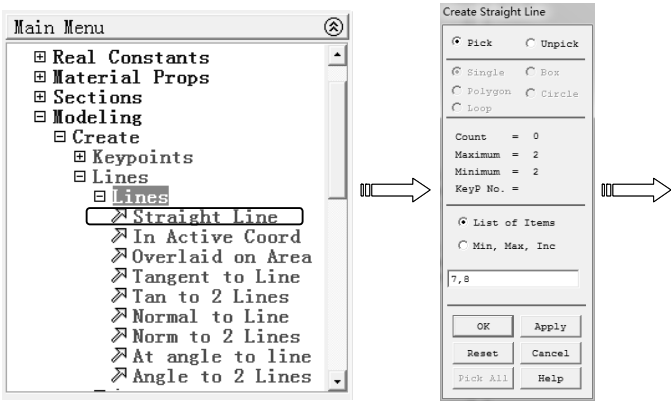

图 7-43 创建直线
4) 选择“Main Menu>Preprocessor>Modeling>Create>Lines>Straight Line”命令，弹出“Create Straight Line”对话框，在图形区选择关键点 1 和 2，或直接输入两点编号“1, 2”绘制直线 L1，然后单击“OK”按钮创建直线，如图 7-43 所示。